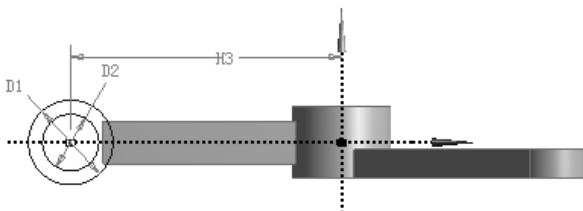

图 3.10.15 草图 4
(1) 绘制图 3.10.15 所示的草图 4。选取平面 5，单击“New Sketch”按钮 ，绘制图 3.10.15 所示的截面草图，其中 $D1=60$ ， $D2=40$ ， $H3=192$ 。